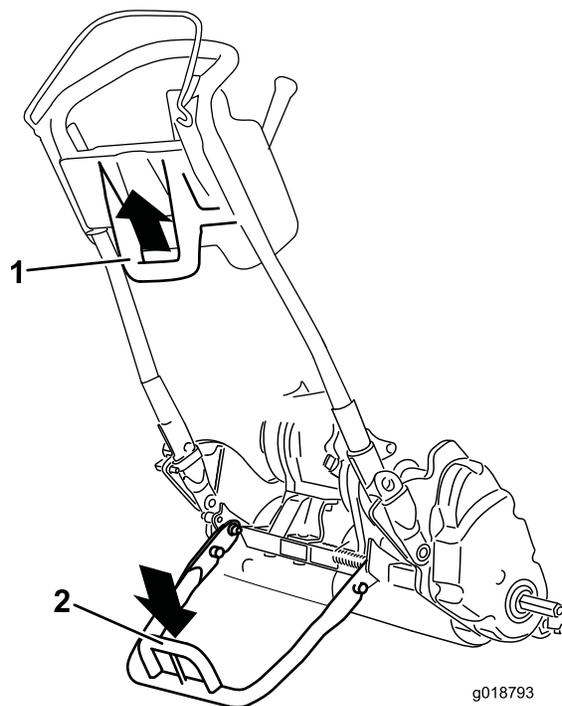

Figure 22
- Pour utiliser la béquille afin de monter les roues de transport, abaissez-la au sol et posez le pied sur l'arceau tout en tirant la machine vers le haut et l'arrière par la poignée centrale inférieure (Figure 22).